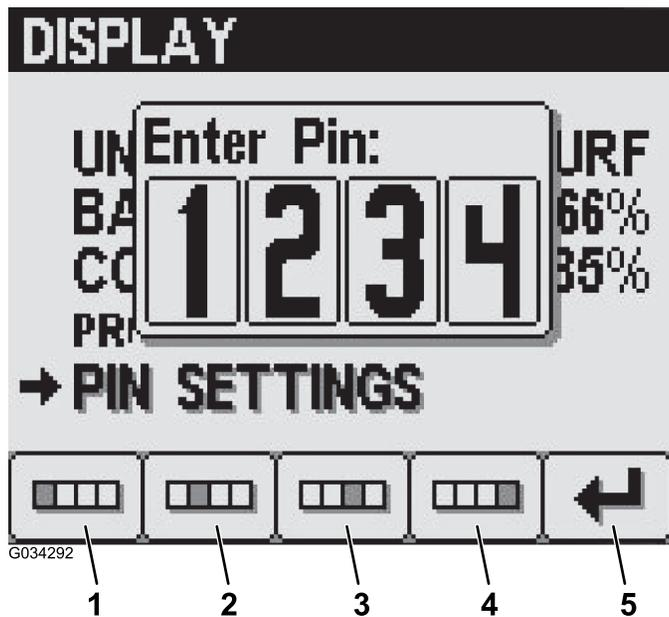

Bild 32
2. Geben Sie mit den Tasten 1 bis 4 eine vierstellige PIN ein und drücken Sie Taste 5, um die PIN in das InfoCenter einzugeben (Bild 32).
4. Geben Sie mit den Tasten 1 bis 4 die alte PIN ein und drücken Sie Taste 5, um die PIN in das InfoCenter einzugeben (Bild 32).